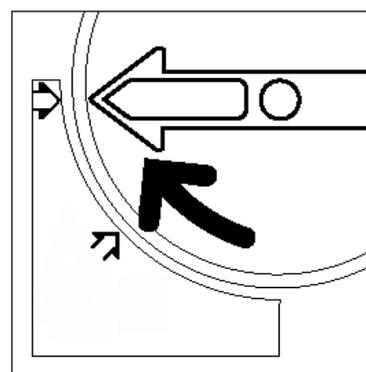

Figura 13: Rotación y fijación del cartucho
- 8 Gire el cartucho hacia la derecha hasta que el punto del cartucho esté alineado con el punto situado en la copiadora/impresora y las flechas del cartucho estén horizontales, tal y como ilustra la Figura 13.